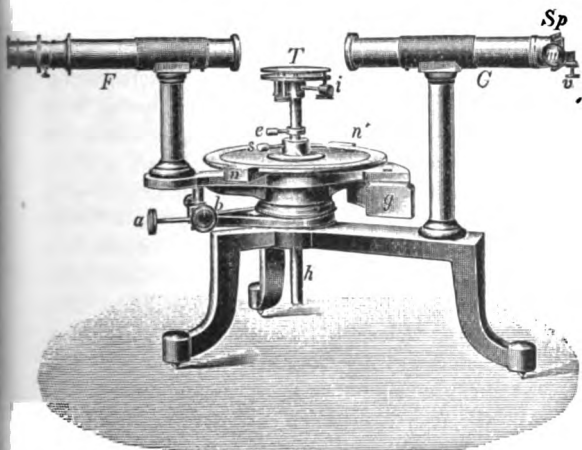

Fig. 4. Spektrometer IV. ($1/6$ natürlicher Grösse.)
f) Spektrometer IV. Fernrohr und Kollimator sind bei diesem Instrument (Fig. 4) wie bei den